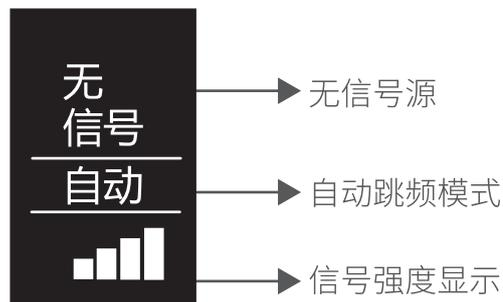
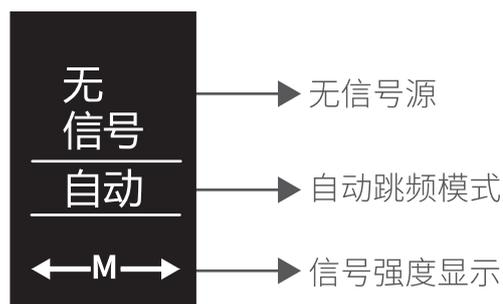

图1
图3
（发射器与接收器均无信号源接入时，发射器与接收器显示内容一致。如图1）
（发射器无信号源接入时，如图3）
- (2) 将S-6160接收器的SDI OUT接口与监视器或切换台SDI IN连接,若多个接收器同时使用时,每个接收器的SDI OUT接口与监视器或切换台SDI IN连接;
- (3) 接通S-6160发射器与接收器的电源,“Power”灯亮起,OLED屏幕显示“WAIT...”后跳转开机界面,如图1或图3;开机等待一段时间,发射端和接收端有可识别的信号输入且连接成功,“Link”和“Video”灯长亮。若发射端和接收端有可识别的信号输入但建立连接失败,则“Link”灯闪烁。